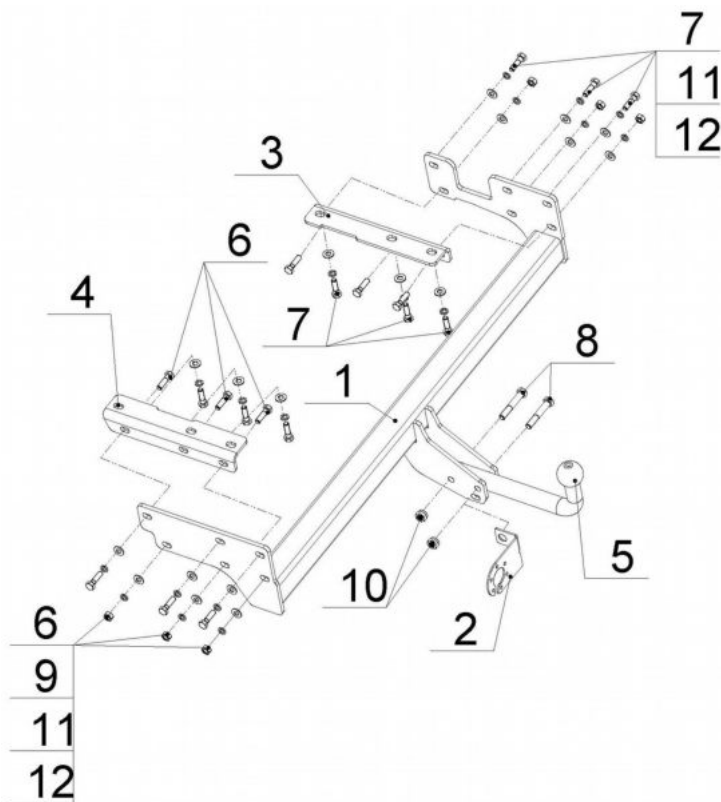

Рис.1.
- Установить ТСУ (рис.1) на автомобиль, используя крепежные элементы (поз.7,11,12);